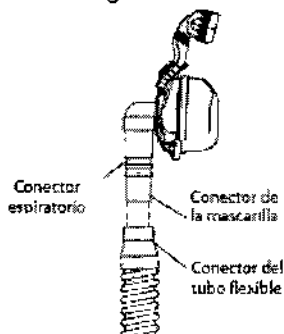

FIGURA 3-3 CONEXIÓN DE UNA MASCARILLA CON UN CONECTOR ESPIRATORIO INCORPORADO
a. Si está utilizando una mascarilla con un conector espiratorio incorporado, conecte el conector de la mascarilla al tubo flexible, tal como se ilustra en la figura 3-3.